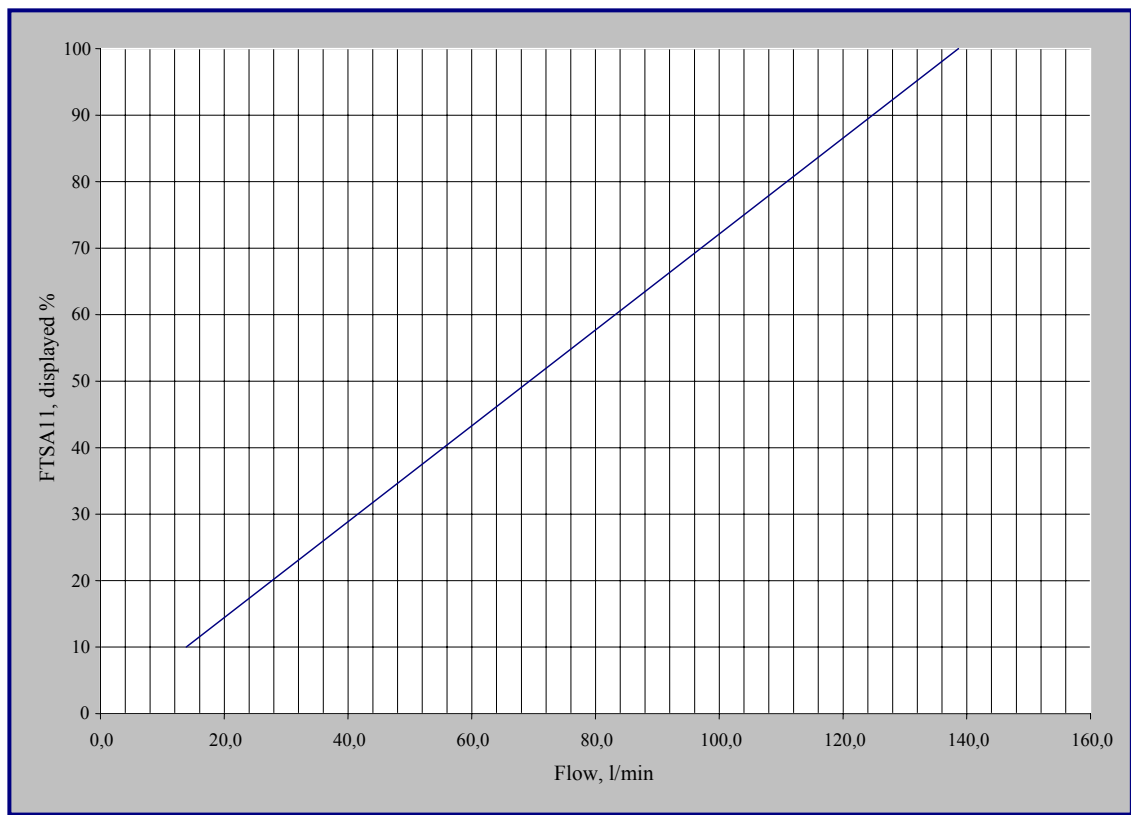

图 3.4-1 FTSA11 流量开关 (PVC-C) 转换表
2. 从流量开关 FTSA11 检查当前的实际流速，并且流速图 3.4-1 换算成升/分钟或用换算公式换算。
- 通过改变频率参数 P2.10.1 调整流量到 115 升/分钟(105 x 1.1)，根据图 3.4-1 得 82%，此频率参数在控制单元应用程序部分中的“流量控制”中。此参数缺省值是 50Hz，每次减小 2Hz 的频率直到 FTSA11 显示值约为 82%。在 FTSA11 上的显示值在开始时会有些波动。
- FTSA11 的设定应设在额定要求流量-10%。CH74 的额定流量是 105 升/分钟，因此，开关点应设在 95 升/分钟(105 x 0.9)。从图 3.4-1 可得到 95 升/分对应 FTSA11 的 69%。关于怎样修改 FTSA11 的开关点的信息请参阅第 3.3.5 章 FTSA11 流量开关功能。